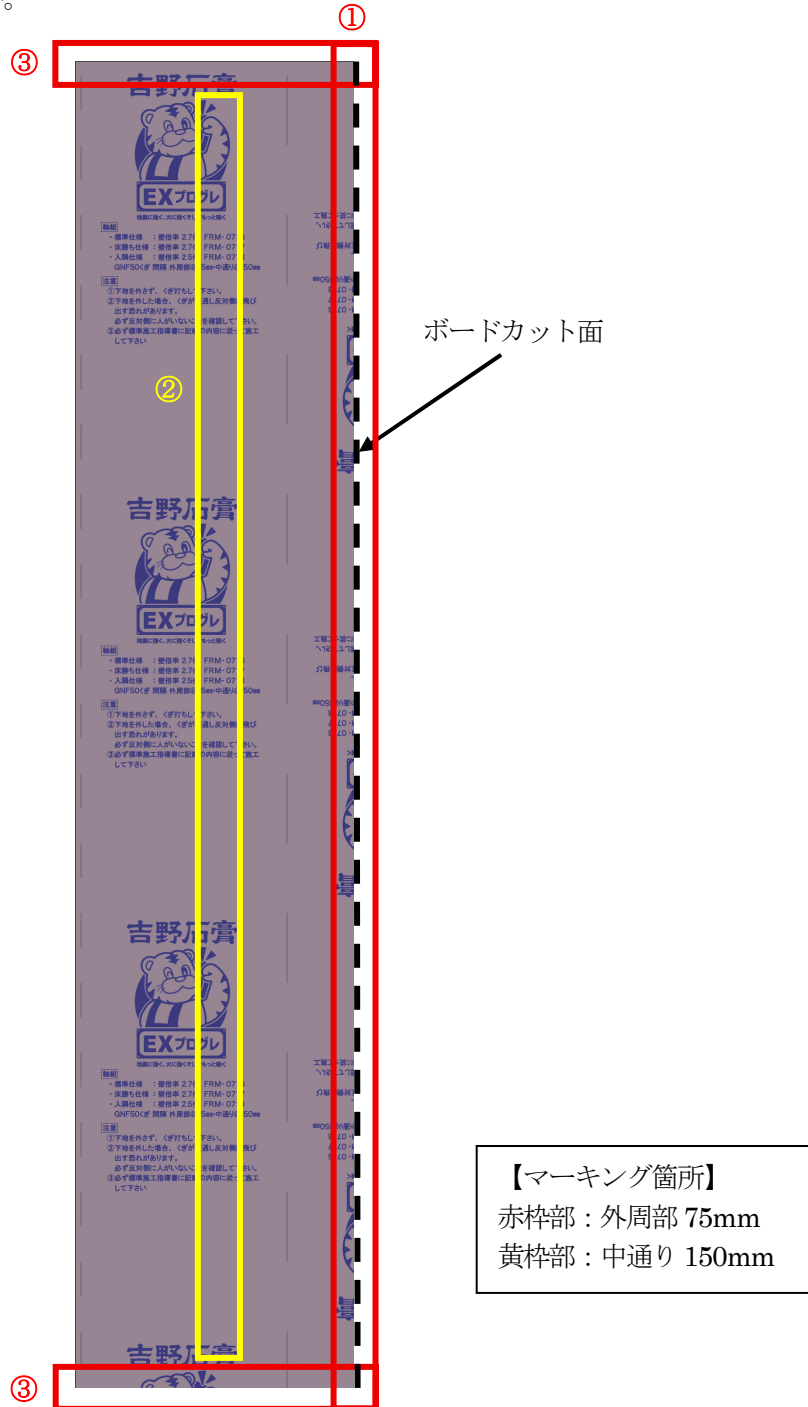

図4 タイガーEX プログレマーキング例
- ・長手方向にくぎピッチを示すマーカークを外周部 75mm 間隔、中通り 150mm 間隔の黒色の破線で示していますが、本認定 (FRM-0780) でタイガーEX プログレを使用する場合は、必ず面材をカットする必要があります。よって図4を参考に、〔①カットによりマーカークが消失した外周部〕、〔②カットによりマーカークがズレた中通り〕および〔③短手方向外周部〕に、規定ピッチと縁端距離を守ってマーキングした上でくぎ打ちしてください。